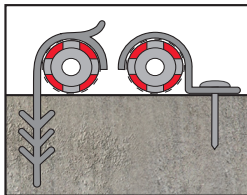

fig. 4
- Les extrémités de tuyau en PVC sont fermées à l'aide des bouchons pour éviter que d'autres matériaux n'y pénètrent. (fig. 4)